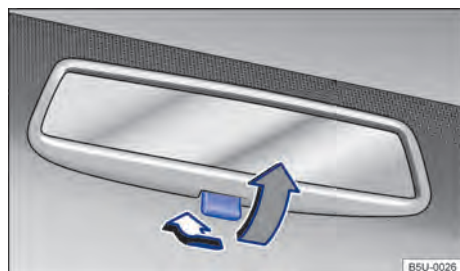

Fig. 71 En el parabrisas: espejo retrovisor interior antideslumbrante manual.
- Posición de noche: tirar de la palanca → fig. 71 (flecha gris), para evitar el deslumbramiento de los faros de los vehículos que circulan detrás.